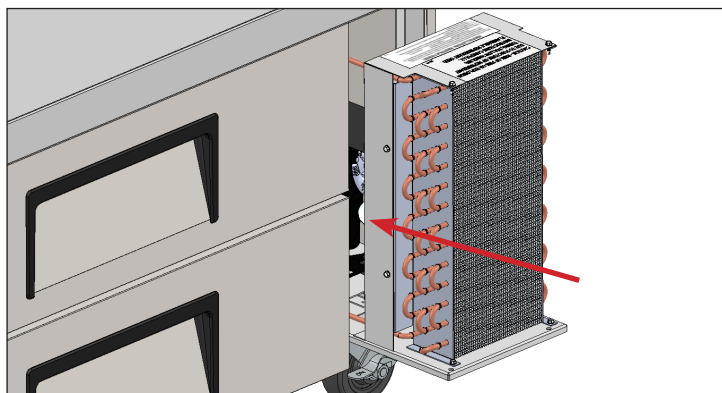

Fig. 6. Inserir cuidadosamente a unidade de condensação novamente para a respetiva posição e reinstalar os parafusos.
9. Reinstalar os suportes da serpentina (se aplicável). De seguida, inserir cuidadosamente o conjunto do compressor novamente na respetiva posição e aparafusá-lo. Ver fig. 6.